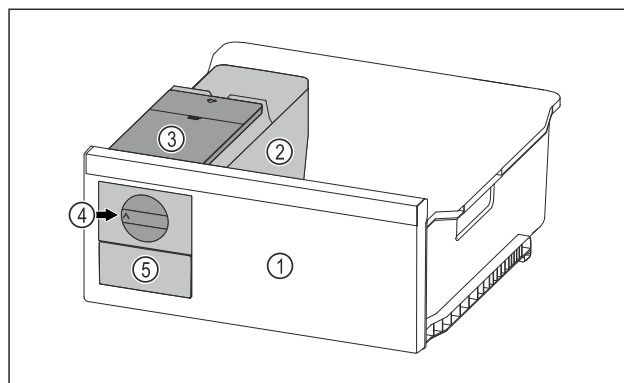

Fig. 120 Représentation à titre d'exemple
- Tourner le bouton rotatif Fig. 120 (4) dans le sens horaire jusqu'à la butée.
- ▷ Les glaçons tombent du bac à glaçons dans le tiroir à glaçons Fig. 120 (5).